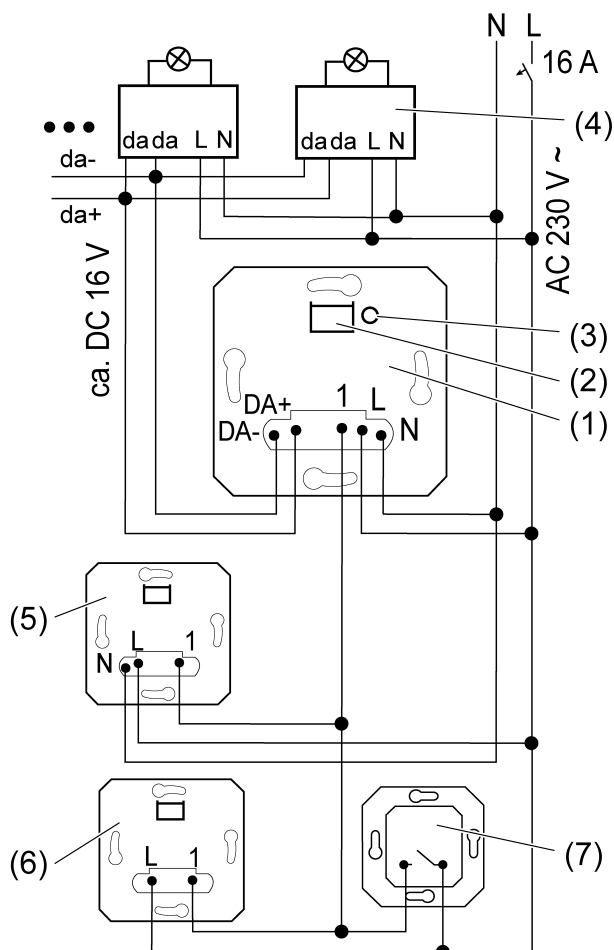

Bild 1: Anschlussplan mit optionalen Nebenstellen
- DALI-Einsatz (1) und DALI-Teilnehmer (4) gemäß Anschlussplan anschließen (Bild 1). Dabei die Angaben des Herstellers beachten.